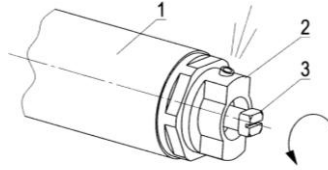

Abb.7 Der Entlüfter
- demontieren Sie das Wellenrohr der Förderschnecke sowie das Verbindungsrohr (Pos. 4 und 5 in Abb. 2) und setzen den Deckel auf das Brennerrohr (Abb. 7)